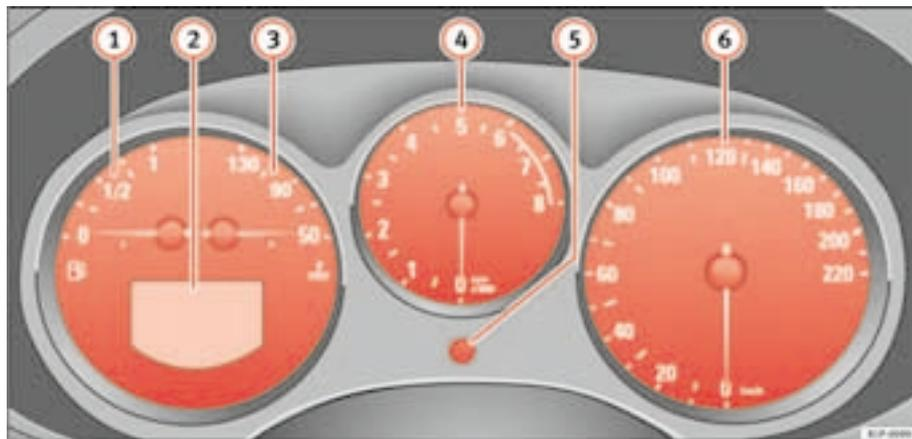

Fig. 33 Detalle del tablero de instrumentos: cuadro de instrumentos
El principio de la zona roja  $\Rightarrow$  página 58, fig. 33  indica el régimen máximo de revoluciones del motor funcionando a temperatura de servicio. Antes de alcanzar dicha zona se debe cambiar a una marcha más larga, colocar la palanca selectora en D o levantar el pie del acelerador.
- Para ajustar las horas, gire el botón  $\Rightarrow$  página 58, fig. 33  hacia la izquierda hasta el tope. Si gira el botón brevemente hacia la izquierda, se avanza una hora.
El contador derecho registra los recorridos cortos. La última posición indica tramos de 100 m. El contador para recorridos cortos puede ponerse a cero presionando el botón de puesta a cero ⇒ página 58, fig. 33 ⑤.